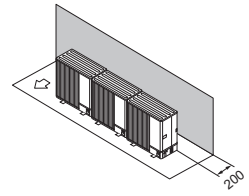

Fig. 2-12
- (1) Obstruction ou surface non dégagée à l'arrière uniquement (Fig. 2-12)